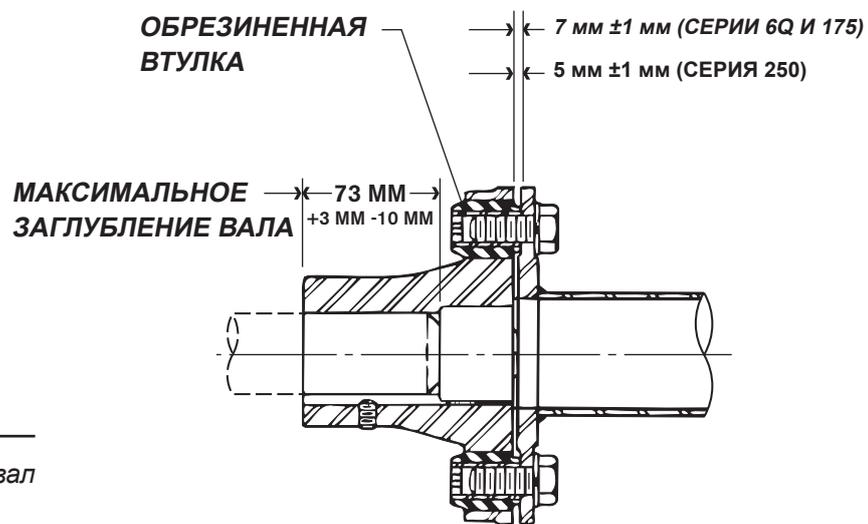

Рис. 4. Показан приводной вал серии 250
Запомните соответствующие монтажные номера на фланцах приводного вала, затем снимите вилки. Нанесите на вал двигателя и вал редуктора Geareducer смазку Thred-Gard компании Crane Packing Co. или аналогичную ей смазку. Вставьте шпонку наполовину в валы двигателя и редуктора Geareducer, затем установите вилки, как показано на **рис. 4**. Чтобы избежать повреждения вилок, используйте при установке молоток из твердой резины или деревянный брусок. Затяните установочный винт каждой вилки вплотную к шпонке.
Совместите монтажные номера на фланцах трубы и вилки, затем прикрепите болтами сборку трубы и фланца к вилке редуктора Geareducer, придерживая конец сборки трубы и фланца, который будет прикреплен к двигателю. По очереди затяните их до момента 82 Н м. Переместите двигатель так, чтобы вилку двигателя можно было прикрепить болтами к сборке трубы и фланца, не перемещая втулки. Совместите монтажные номера и прикрепите болтами вилку двигателя к сборке трубы и фланца. По очереди затяните их до момента 82 Н м. Расстояние между фланцами трубы и вилки должно соответствовать значениям, показанным на **рис. 4**.
5. Проверьте выравнивание с каждой стороны приводного вала, поворачивая его на 360° и отслеживая суммарное изменение в показаниях циферблатного индикатора. Суммарные показания индикатора не должны превышать 0,13 мм. Переместите двигатель и/или редуктор Geareducer по вертикали (используя прокладку) или по горизонтали (сдвинув на опоре). Выровняйте приводной вал таким образом, чтобы суммарные показания индикатора на каждом конце не превышали 0,13 мм. Затяните все монтажные болты на двигателе и редукторе Geareducer и произведите повторную проверку. Зазор между поверхностью фланца и поверхностью вилки должен быть таким, как показано на **рис. 4**.
8. Если двигатель был смещен назад для снятия сборки трубы и фланца, установите двигатель на место, сохранив необходимое расстояние между фланцами. См. **рис. 4.** оттянуть $\frac{5}{8}$ машина болты или винты до 82 Н м. Чтобы предотвратить вращение втулки в гнезде для приводного вала серий 6Q и 175, воспользуйтесь гаечным ключом. Повторно проверьте выравнивание приводного вала и затяните монтажные болты двигателя.